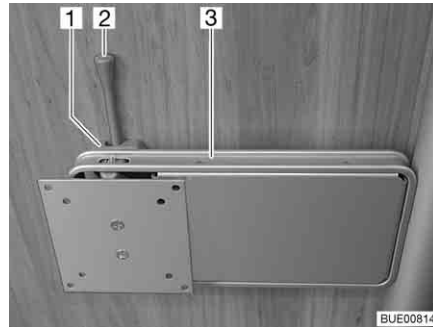

Fig. 49 Supporto su colonna
- Spingere di lato la leva di sbloccaggio (Fig. 49,2) e ruotare il supporto (Fig. 49,3) con lo schermo piatto nella posizione desiderata.
- Riportare indietro lo schermo piatto finché il supporto (Fig. 49,3) non si innesta nel bloccaggio (Fig. 49,1).